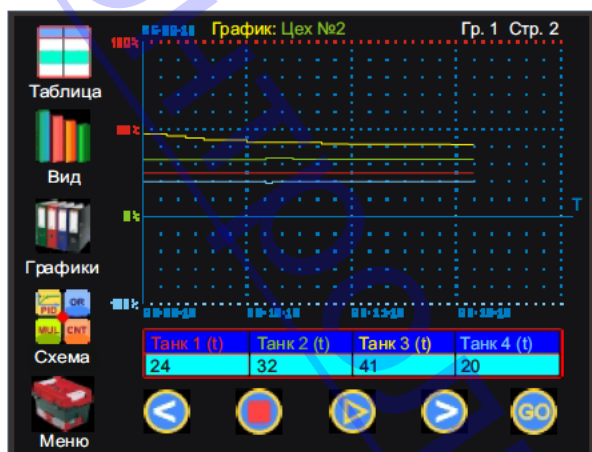

Рис. 143. Меню "Процесс" (Блок "График").
Окно **Имя графика** относится ко всем каналам. В нем присваивается имя, которым озаглавляется система координат, в которой происходит построение графиков (Рис. 143). Имя может состоять из 12 ти знаков.
В окне **Имя канала** присваивается имя данному каналу, которое будет индексироваться в таблице соединений входов выходов (Рис. 141) и меню Процесс (Рис. 143).
9.6.5 В меню **Процесс** блок График представлен в виде системы координат, горизонтальная ось которой отображает реальное время, а вертикальная величину параметра или сигнала в процентах от установленной шкалы (Рис. 143).